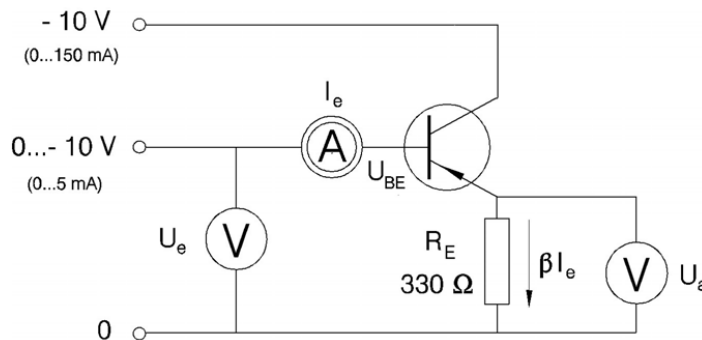

Abbildung 4: Schaltbild zur Emitterschaltung
In der Schaltung nach Abb. 4 folgt die Emitterspannung  $U_a$  der Basisspannung  $U_e$  im Abstand  $U_{BE}$ : Zu einer bestimmten Eingangsspannung  $U_e$  gehört ein Eingangsstrom  $I_e$ . Wenn  $\beta$  der Stromverstärkungsfaktor des Transistors ist, fließt durch den Emitterwiderstand  $R_E$  der Strom  $\beta \cdot I_e$ , der an  $R_E$  eine Spannung  $U_a = \beta \cdot I_e \cdot R_E$  verursacht. Der Eingangsstrom  $I_e$  selbst ruft am Basis-Emitter-Widerstand  $R_{BE}$  des Transistors den Spannungsabfall  $U_{BE} = I_e \cdot R_{BE}$  hervor.  $I_e$  stellt sich so ein, dass  $U_a + U_{BE} = U_e$  wird. Eine Eingangsspannungsänderung  $\Delta U_e$  hat eine Eingangsstromänderung  $\Delta I_e$  und damit Spannungsänderungen  $\Delta U_a = \beta \cdot \Delta I_e \cdot R_E$  und  $\Delta U_{BE} = \Delta I_e \cdot R_{BE}$  zur Folge, wobei gelten muss
In der Schaltung Abb. 4 (ohne Strommessgerät) messe man bei etwa 10 Eingangsspannungen  $U_e$  die Größe  $U_a$ . Man zeichne die Kennlinie  $U_a(U_e)$ , entnehme daraus die Spannungsverstärkung  $\nu$  und vergleiche mit Gl. (3).